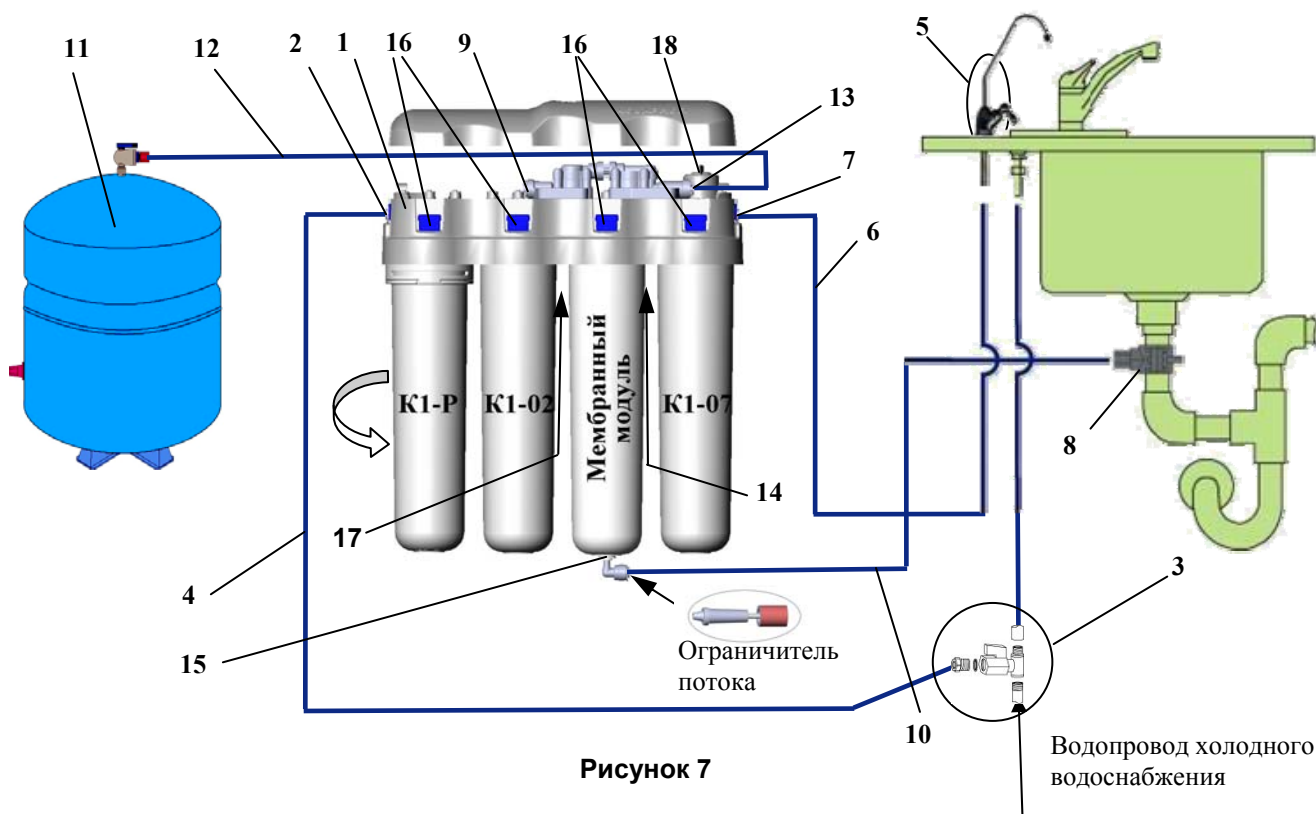

Рисунок 7
Ограничитель потока должен находиться со стороны мембранного модуля (рис. 7).
Порядок установки модулей изображен на рис. 7.
Установка водоочистителя (рис. 7)
6.2. Промывка фильтрующего модуля K1-02 (рис. 7)
- Вместо мембранного модуля устанавливается заглушка (находится под крышкой водоочистителя – см. рис.7 позиция 18). Установите модули в последовательности, указанной на рис.8: K1-02, K1-P, заглушка, K1-07.
- Установите модули на свои места (см. рис. 7)
- Нажав до упора и удерживая стопорную кнопку (16) (см. рис. 7) поверните использованный фильтрующий модуль против часовой стрелки и снимите его.